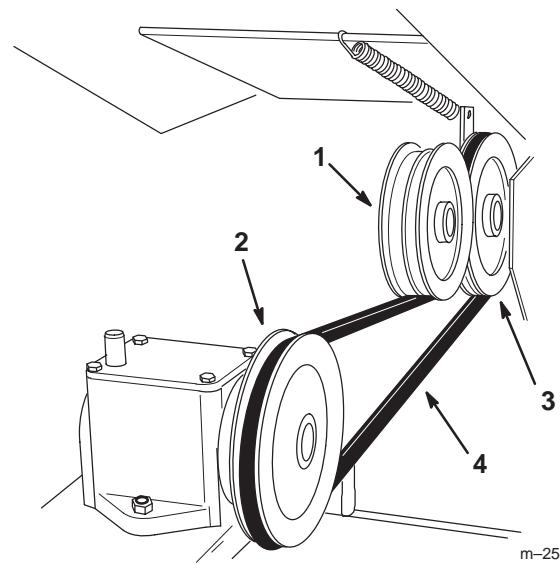

Bild 5
2. Heben Sie die Spannscheibe hoch und legen den Treibriemen in die Rille der Ausgangsscheibe der Antriebseinheit sowie die der Eingangswelle des Getriebes (Bild 5).
3. Lassen Sie die Spannscheibe los, damit sie auf den Treibriemen zurückspringen kann (Bild 5).